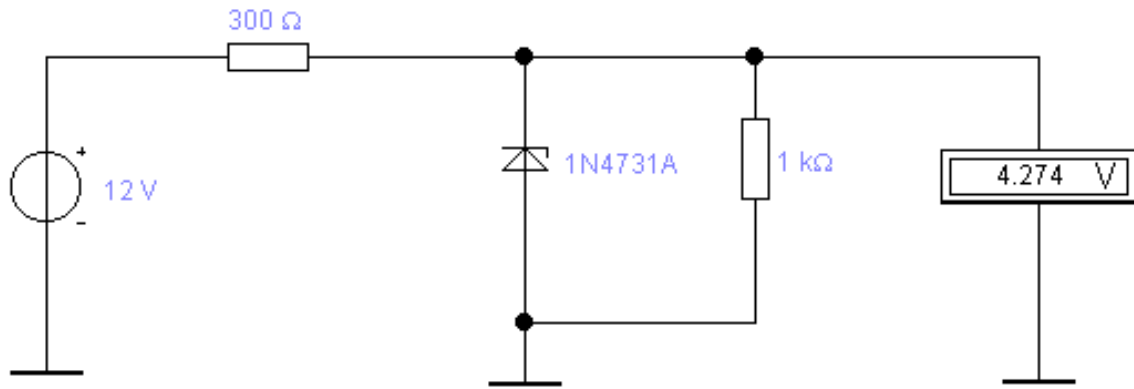

Рис. 5. Схема параметрического стабилизатора постоянного тока
5. Собрать принципиальную схему параметрического стабилизатора постоянного тока рис. 5.